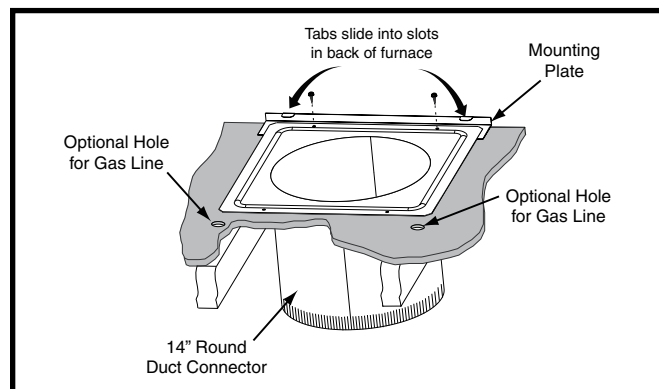

Figure 15. Raccord de conduit circulaire
2. Installez la plaque de montage (Figure 15) sous la surface arrière du raccord de conduit. **REMARQUE** : Assurez-vous que les trous de vis sont alignés dans les deux composants.
4. Fixez le devant avec une (1) ferrure dans chaque coin (Figure 15 ou 16).